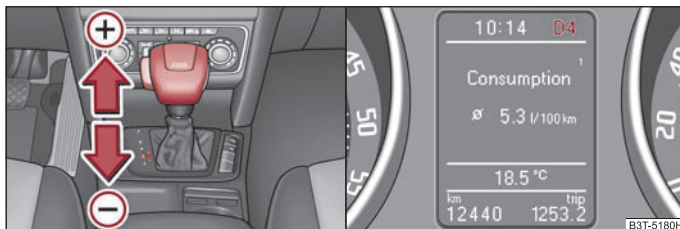

Fig. 138 Palanca selectora: cambio manual / pantalla informativa: cambio manual
La posición de la palanca selectora se visualiza junto con la marcha puesta en la pantalla informativa del cuadro de instrumentos combinado ⇒ fig. 138 - lado derecho.
- Presione ligeramente la palanca selectora (en la posición Tiptronic) hacia adelante ⇒ fig. 138 (+).